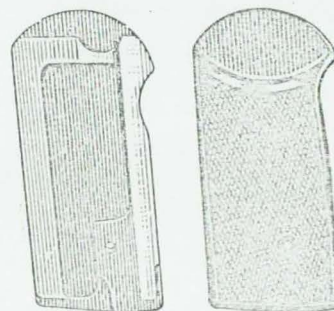

Рис. 40. Щечки рукоятки
32. Щечки рукоятки (рис. 40), правая и левая, прикрывают боковые окна основания рукоятки и служат для удобства удержания пистолета в руке.